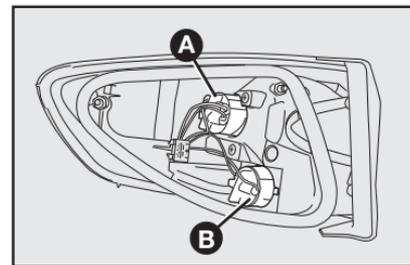

fig. 53
A-fig. 53: luz de posición trasera/luz de freno.
B-fig. 53: luz de giro trasera
2) Para sustituir la lámpara de la luz de posición/freno, gire en el sentido antihorario la tapa portalámpara **B-fig. 53**, empuje ligeramente la lámpara, gírela en el sentido antihorario y sustitúyala. Recoloque la tapa portalámpara, girándola en el sentido horario.
3) Para sustituir la lámpara de la luz de giro, gire en el sentido antihorario la tapa portalámparas **A-fig. 53**, empuje ligeramente la lámpara y gírela en el sentido antihorario. Sustituya la lámpara y recolocque la tapa portalámpara, girándola en el sentido horario.